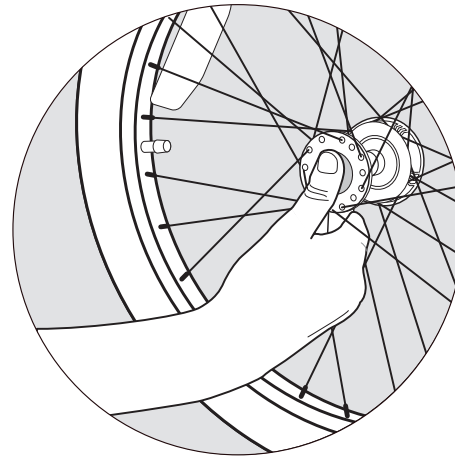

Figura 5
1. Presione el botón de goma del exterior del cojinete de la rueda (Figura 5).